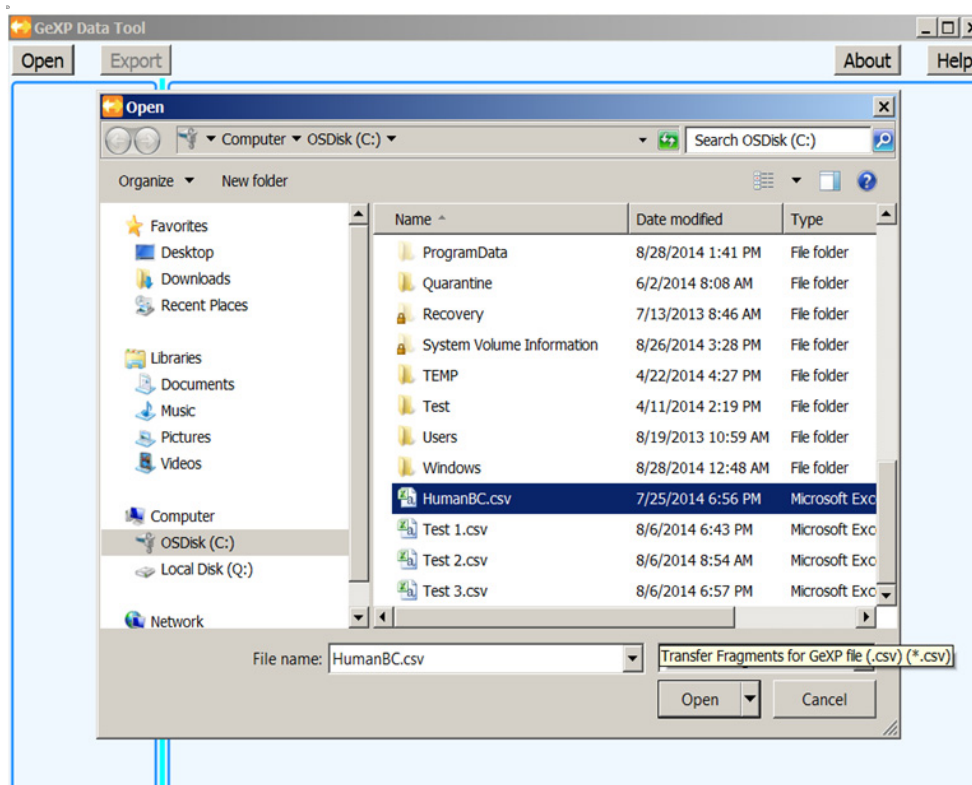

图 7.22 选择和导出数据文件
- GeXP 数据工具的输入数据文件必须为通过 **Transfer Fragments for GeXP**（传输 GeXP 的片段）选择器导出的有效 GeXP 片段应用程序文件。请参见图 7-22。
1. 单击 **Open**（打开）按钮。请参见图 7-22。
已导入数据文件的 GeXP 数据工具也可以同时加载其他数据文件。请参见图 7.22。